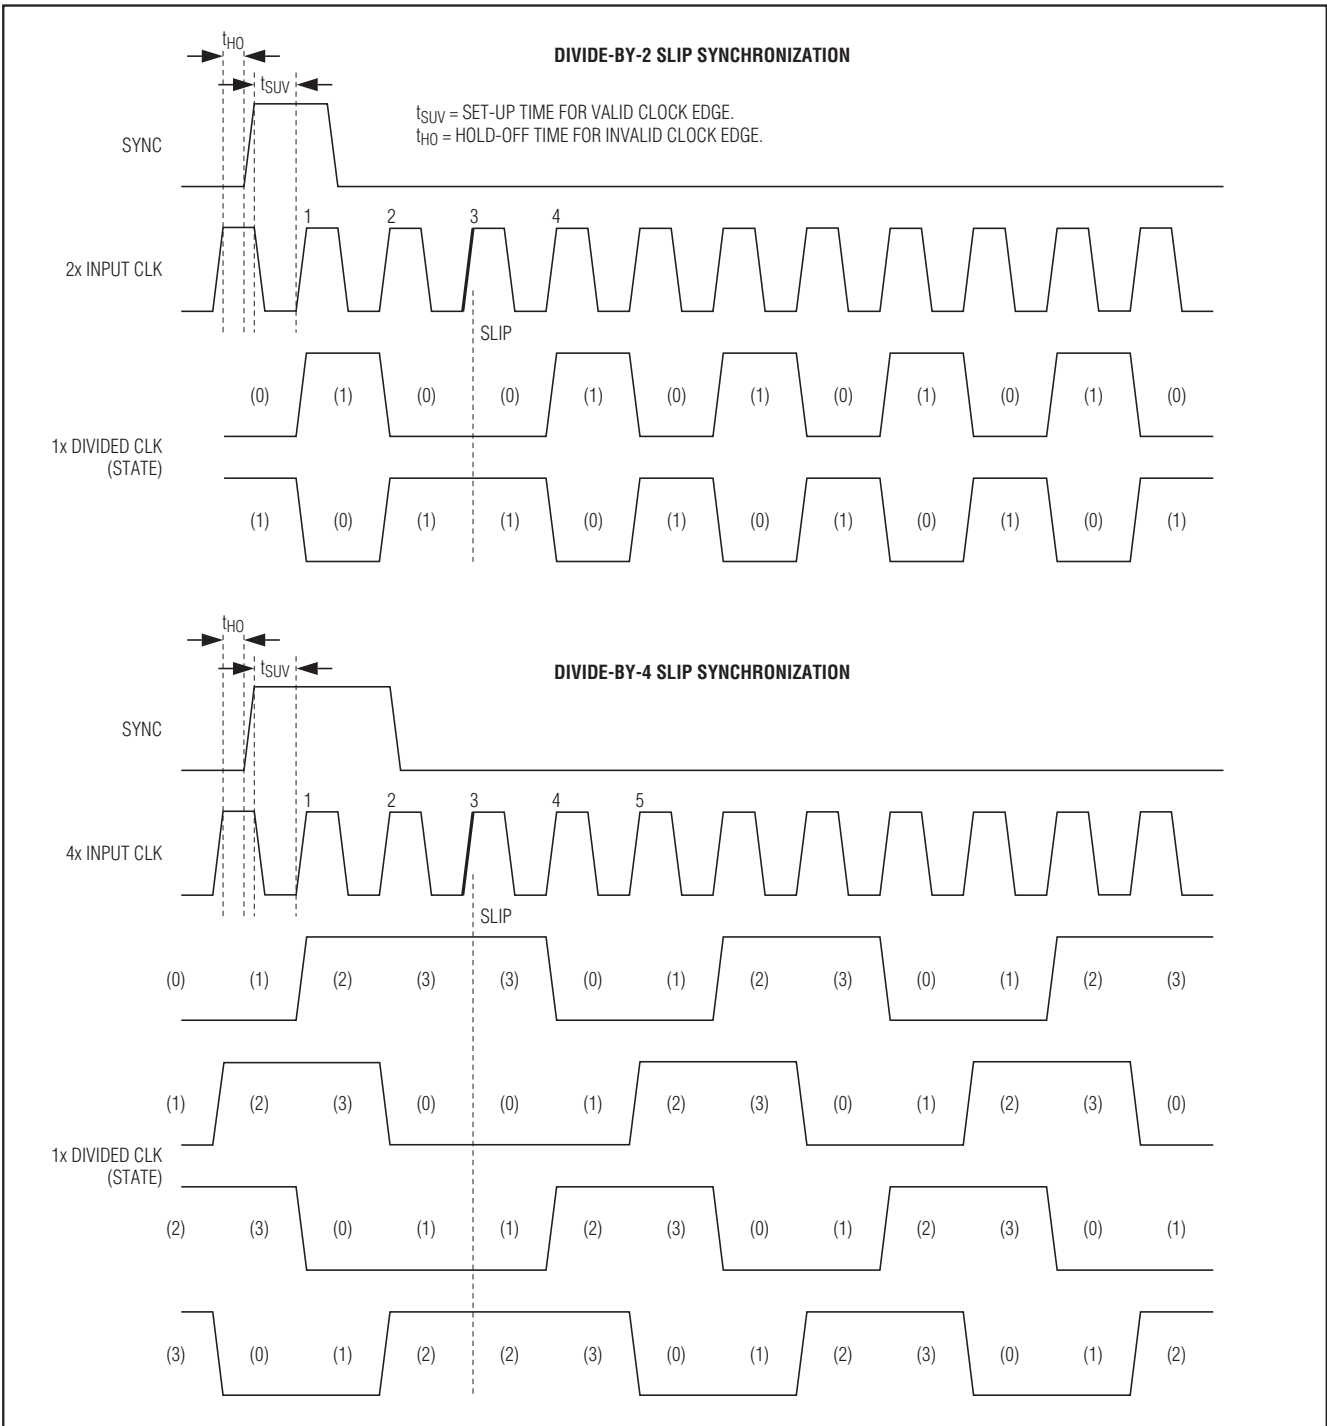

图11. 滑动同步模式
0 = 滑动模式(图11) (默认)
**滑动同步模式, SYNC\_MODE = 0 (默认):** 在SYNC上升沿(假设满足建立和保持时间)之后的第3个输入时钟(CLK)的上升沿, 强制分频器输出跳过一次状态跃变(图11)。